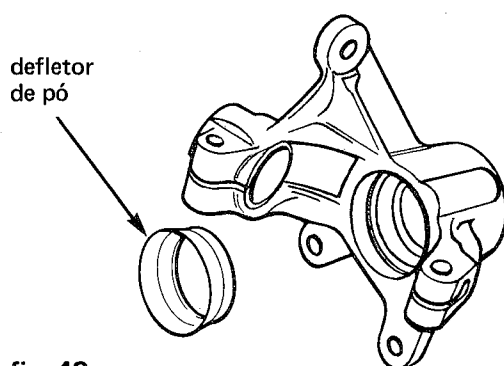

fig. 43
2. Com o auxílio de um alicate apropriado, remover o defletor de pó, localizado na ranhura do suporte da ponta de eixo (fig. 43)